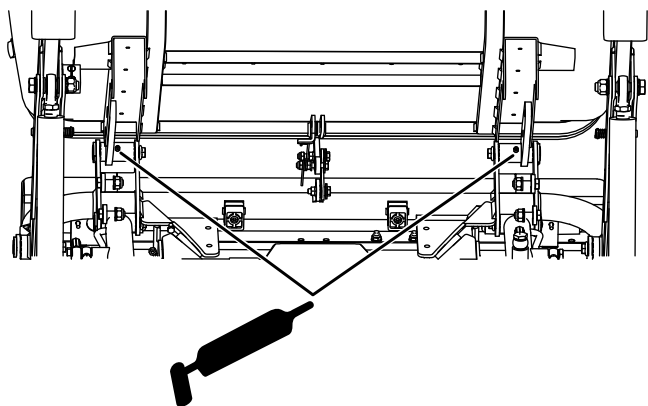

Рисунок 50
- Оси поворота под бункером (Рисунок 50).